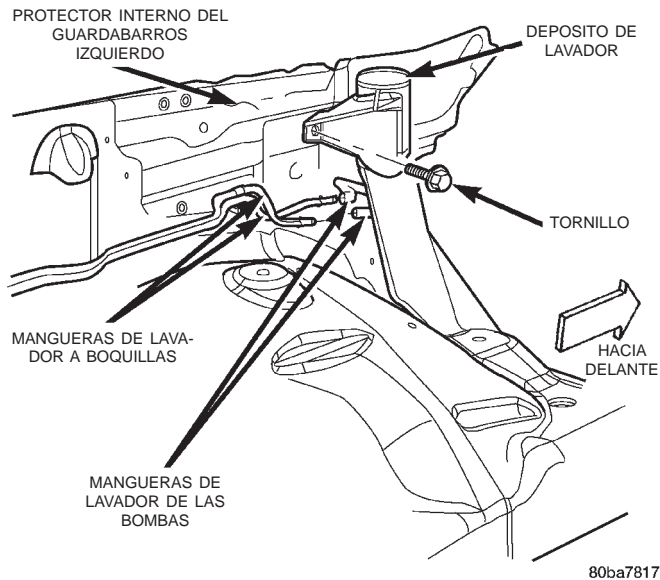
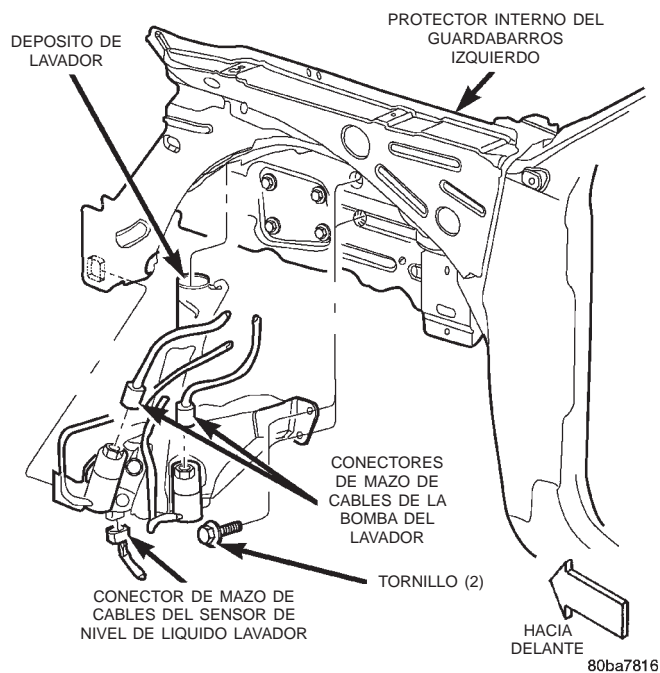

Fig. 22 Montaje de la boca de llenado del depósito del lavador
Fig. 23 Desmontaje e instalación del depósito de líquido lavador
(1) Desconecte y aisle el cable negativo de la batería.
(2) Retire el revestimiento del alojamiento de la rueda del guardabarros delantero izquierdo. Para obtener información sobre los procedimientos, consulte **Guardabarros delantero** en la sección Desmontaje e instalación del grupo 23 - Carrocería.
(3) Retire la caja del depurador de aire de la parte superior del alojamiento de la rueda del guardabarros delantero izquierdo. Para obtener información sobre los procedimientos, consulte **Caja del depurador de aire** en la sección Desmontaje e instalación del grupo 14 - Sistema de combustible.
(4) Desconecte las dos mangueras del lavador del depósito de lavador de las dos mangueras de lavador del compartimiento del motor, en los conectores en serie localizados en la parte superior del alojamiento de la rueda del guardabarros delantero izquierdo (Fig. 22).
(5) Abra el tapón de la boca de llenado del depósito del lavador y desenganche la bisagra del tapón de la boca de llenado del gancho situado en la boca de llenado.
(6) Retire el único tornillo que fija la boca de llenado del depósito del lavador al protector interno del guardabarros izquierdo.
(7) Eleve y apoye el vehículo.
(8) Desconecte los conectores de mazo de cables del faro izquierdo y el tablero de los dos receptáculos de conectores de la bomba de lavador (Fig. 23).
(9) Retire los dos tornillos que fijan la lengüeta de instalación interna del depósito del lavador en el interior del alojamiento de la rueda izquierda.